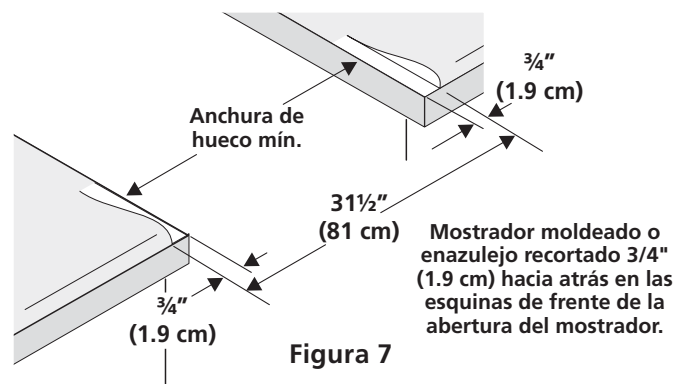

Figura 7
- **El reborde de frente de mostradores moldeados** deben tener bordes moldeados a $\frac{3}{4}"$ (1.9cm) a partir de cada extremidad de la apertura (Figura 7).
- **Los mostradores enazulejos** deberán necesitar un recorte de $\frac{3}{4}"$ (1.9 cm) a partir de cada extremidad y/o un borde redondeado aplanado (Figura 7).